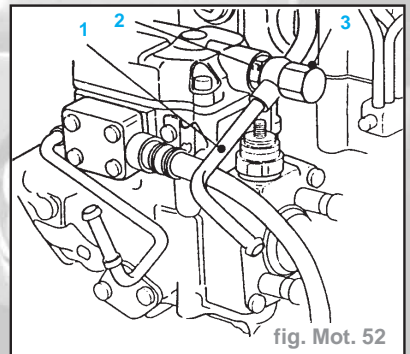

fig. Mot. 52
- la conduite de retour de carburant (2) avec nouvelles rondelles de cuivre entre la pompe d'injection, la soupape de trop-plein (2), la conduite de retour de carburant et écrou (3), soupape de trop-plein (2) et serrer l'écrou (3) (fig. Mot. 52).